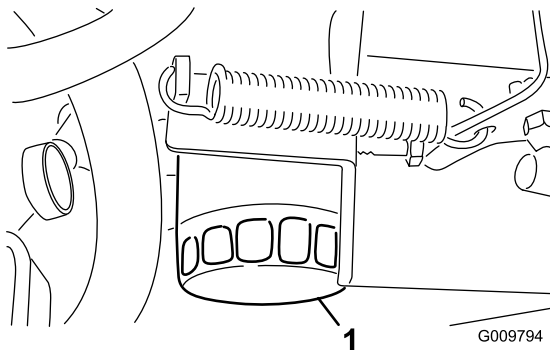

Bild 48
- Entfernen Sie den Ölfilter (Bild 48).